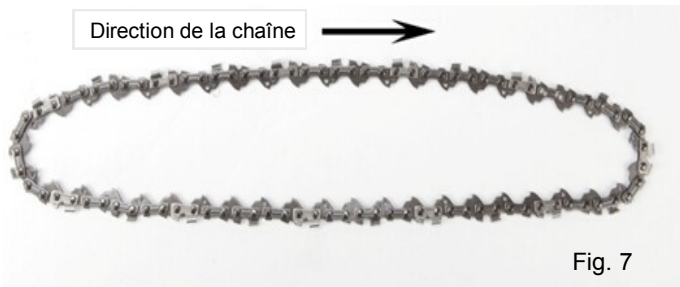

Fig. 7
- Étalez la nouvelle chaîne dans une boucle et redressez-la. Les gouges doivent faire face au sens de rotation de la chaîne. Si elles sont vers l'arrière, retournez la boucle. (Fig 7)